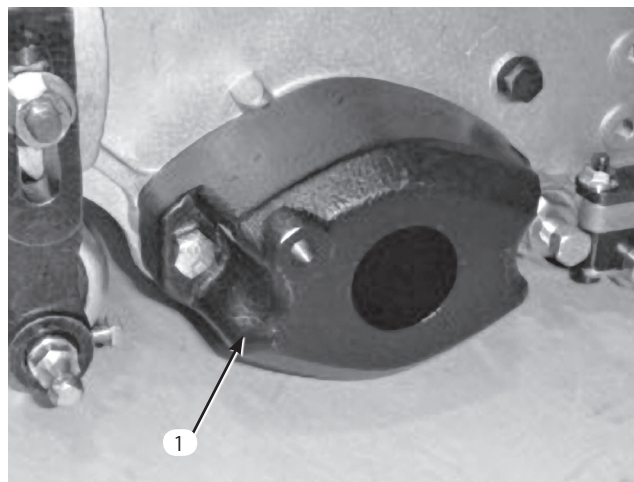

図5
A カウンタ・ウェイトをカuttingユニットの左側に固定しているキャップスクリュ (2本) を取る。カウンタ・ウェイトを取り外す (図5)。
- E. 駆動カップラの内面にグリスを塗る。駆動カップラを、カッティングユニットのリール・チューブの左端に取り付け、スナップ・リングで固定する (図5)。